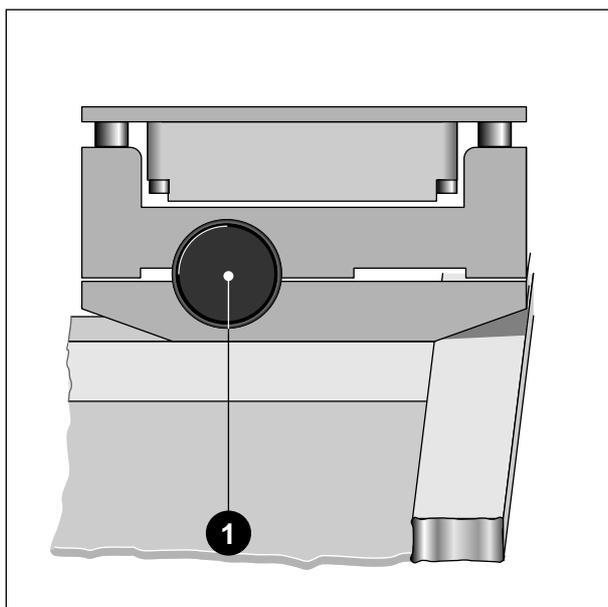

Bild 5-6. Siebklemmzylinder
- \* Öffnen Sie die Feststellschrauben an den 4 Siebklemmzylindern (1, Bild 5-6) und verschieben Sie die Klemmzylinder jeweils nahe an das Siebrahmen-Ende (Bild 5-6).